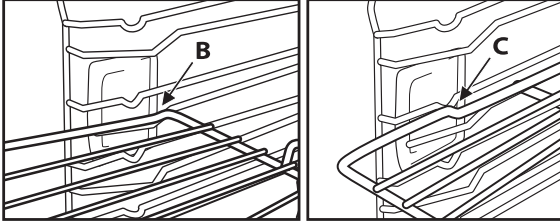

Fig. 2
2. Skråstill risten ved blokkeringsstillingen "B" (Fig. 2).